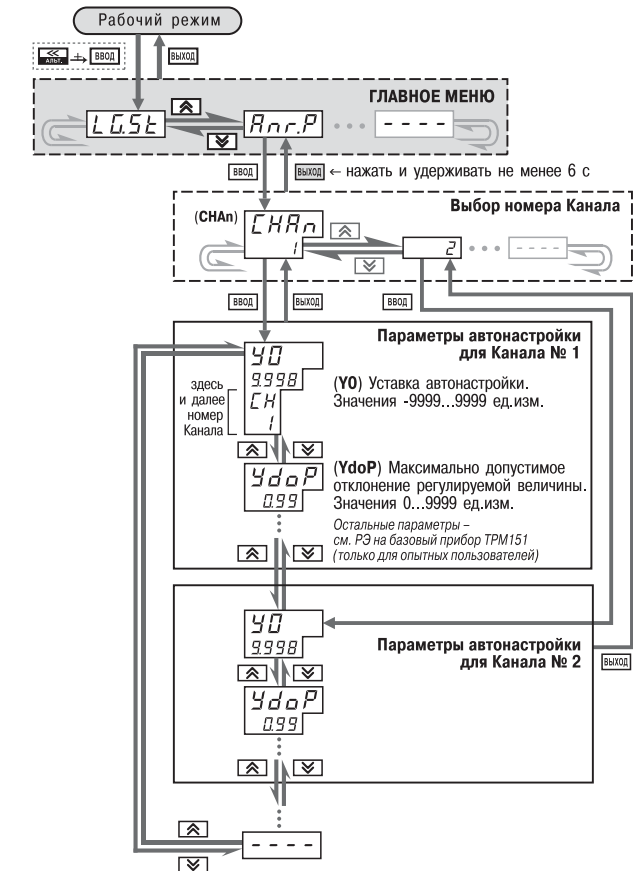

Рис. 47. Схема задания параметров Автонастройки с помощью кнопок на лицевой панели прибора
- Установите в Конфигураторе (или с лицевой панели прибора, см. рис. 47) значения параметров автонастройки **Y0** и **YdoP** для выбранного Канала регулирования.